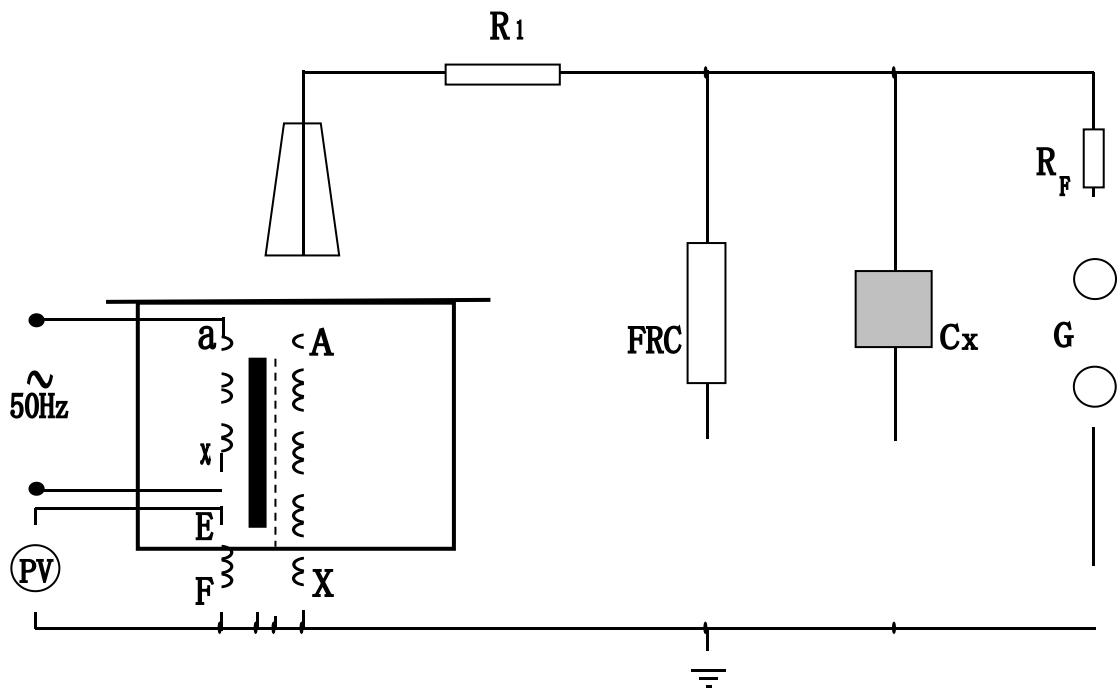

图 6：被试品工频耐压试验接线图
4、YD 试验变压器做被试品的工频耐压试验使用接线原理图见图 6。
电压高于试验变压器的输出电压，也就是所谓容升现象。感应耐压试验时，试验变压器的漏抗必然存在着压降。为了准确测量被试品上所施加的电压，因此常在高压侧接入 FRC 阻容分压器来测量电压(见图 6)。